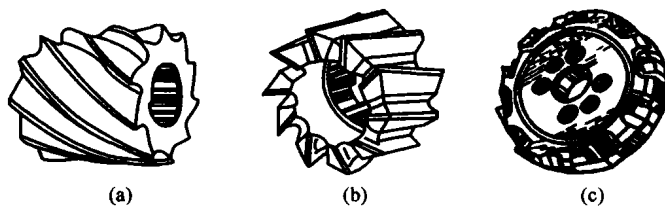

图 1-13 铣削平面用铣刀
1) 铣削平面用铣刀 圆柱形铣刀、端铣刀。应用于粗、精铣各种平面,见图 1-13。